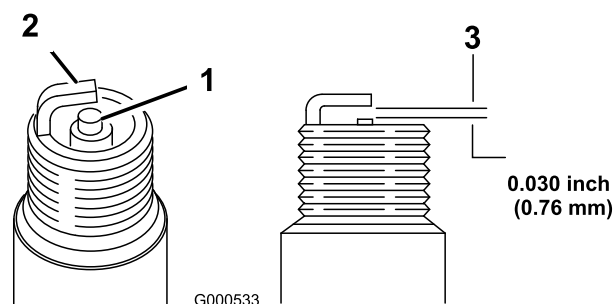

Рисунок 31
5. Установите в свече зазор, равный 0,76 мм (0,030 дюйма) (Рисунок 31).